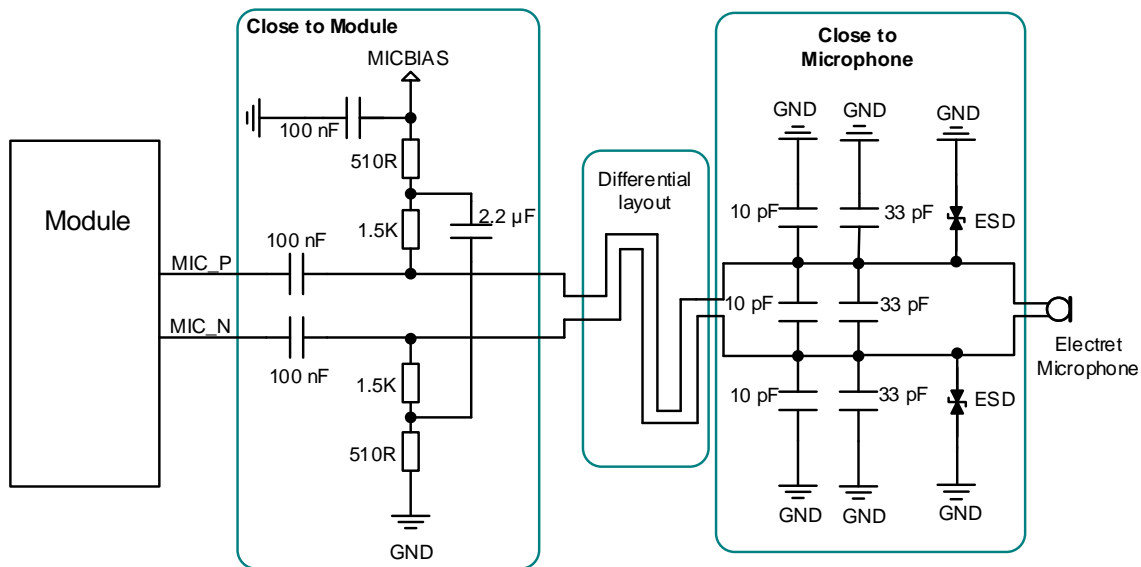

图 27: 带偏置电路麦克风接口参考电路
- 若选择带 GNSS 功能的模块，需增加外部麦克风偏置电路，且必须使用低噪声 LDO，并确保 MICBIAS 供电电源为 1.8 V，可参考图 27 来设计麦克风接口电路；